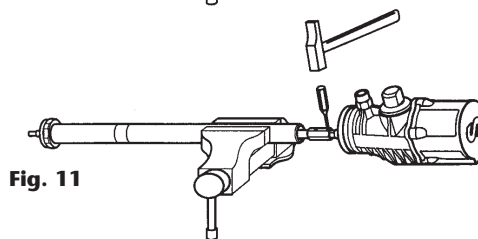

Fig. 11
5. Extráiga el pasador (25) situado en la parte superior de la tuerca de conexión (fig. 11) y desenrosque el cuerpo del tubo de aspiración.